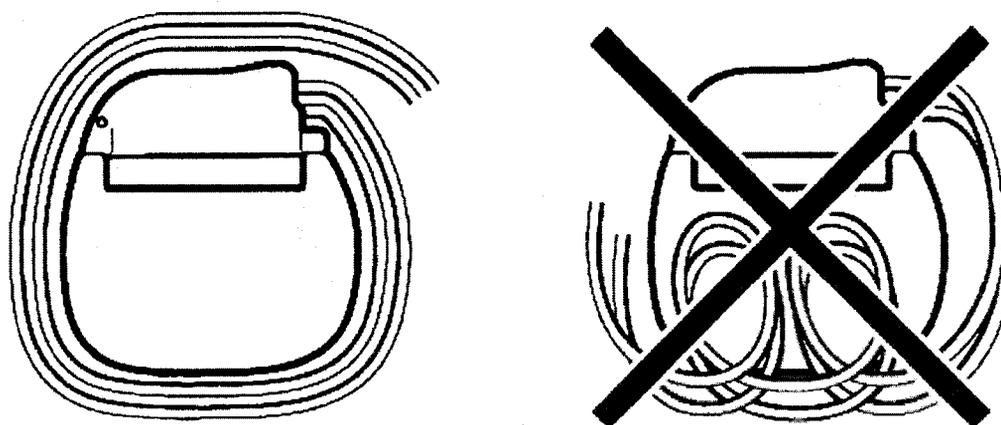

Figura 4. Enrolle la parte sobrante de la extensión o electrodo alrededor del perímetro (o detrás) del neuroestimulador.
- No enrolle la parte sobrante de la extensión o electrodo delante del neuroestimulador. Enrolle la parte sobrante de la extensión o electrodo alrededor del perímetro (Figura 4) o detrás del neuroestimulador para reducir al mínimo los posibles daños durante la cirugía de sustitución del neuroestimulador, reducir al mínimo la posibilidad de torsión de la extensión o electrodo y reducir al mínimo la interferencia con las operaciones de telemetría y recarga.